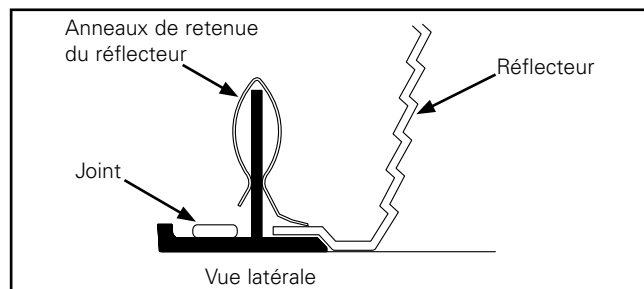
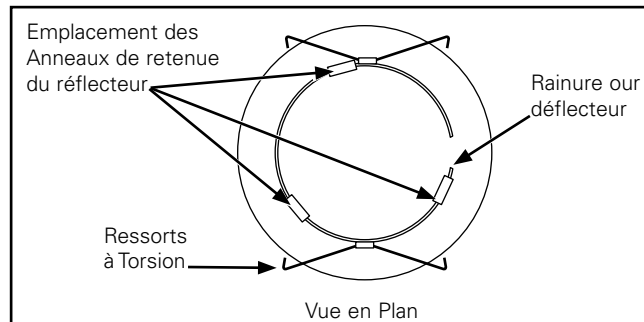

Figure 2.
Figure 3.
- La collerette de la moulure blanche ou brute peut être retirée si l'on doit peindre. Pour cela, enlevez les étriers métalliques qui maintiennent le réflecteur derrière la collerette. (Figure 2.) Le réflecteur va soulever l'anneau de la collerette de la moulure que l'on peut alors peindre. Pour replacer le réflecteur, alignez la languette sur la collerette de positionnement du réflecteur dans l'encoche de la moulure. Positionnez le réflecteur et remettez les étriers métalliques. Voir diagramme pour l'emplacement des ressorts. (Figure 3.)